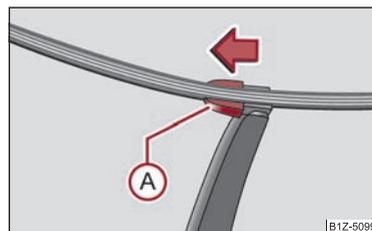

Fig. 52 Balai d'essuie-glace pour lunette arrière
- Ecartez le bras d'essuie-glace de la vitre et positionnez le balai à angle droit par rapport au bras d'essuie-glace ⇒ fig. 52.
- Avec l'autre main, déverrouillez la sûreté ④ dans le sens de la flèche et retirez le caoutchouc. ▶